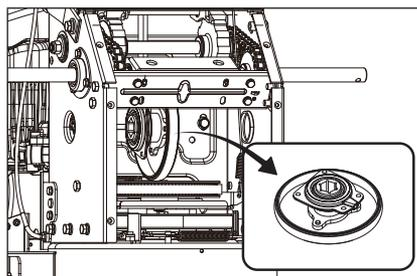

Figure 69
6. Retirez le disque de friction. (Fig. 69)